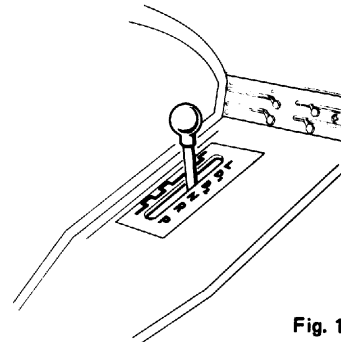

Fig. 12
**Note:** Automatic transmission (Fig. 12) supplied on request.
**P.S.:** Auf Wunsch, wird die automatische Gangschaltung geliefert (Abb. 12).